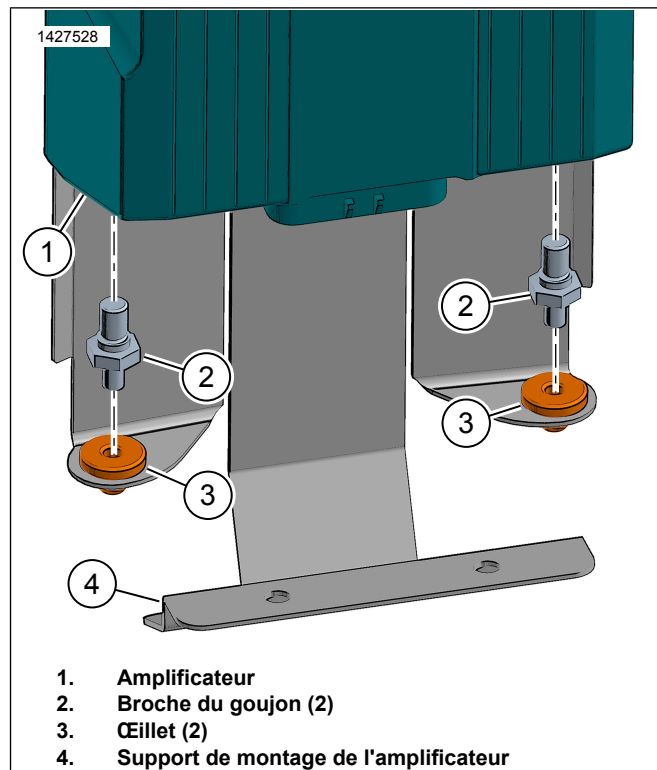

Figure 5. Broche du goujon de l'amplificateur
4. Voir la Figure 5. Installez le passe-fil (3) dans le support de montage de l'amplificateur (4).
5. Installez la goupille de goujon (2) dans l'amplificateur (1). Serrer.